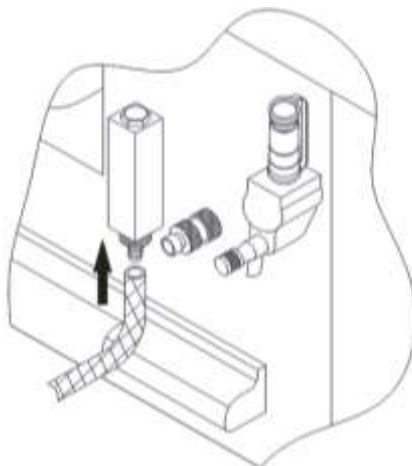

Figura 139 – Ligação para operação válvula de oxigênio limitadora
- Através de uma mangueira de pressão de nylon trançada 250 PSI atóxica, conectar a saída do fluxômetro da rede ou cilindro de oxigênio hospitalar ao niple da válvula de entrada de oxigênio da incubadora, conforme figura 139.